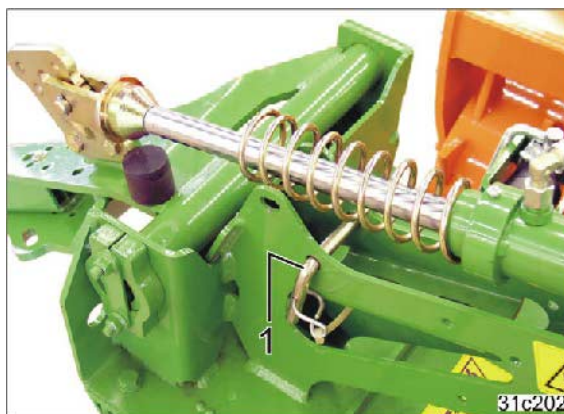

Fig. 130
5. Fest sikringsbolten (Fig. 130/1) i parkeringsposisjon og sikre den (splint).